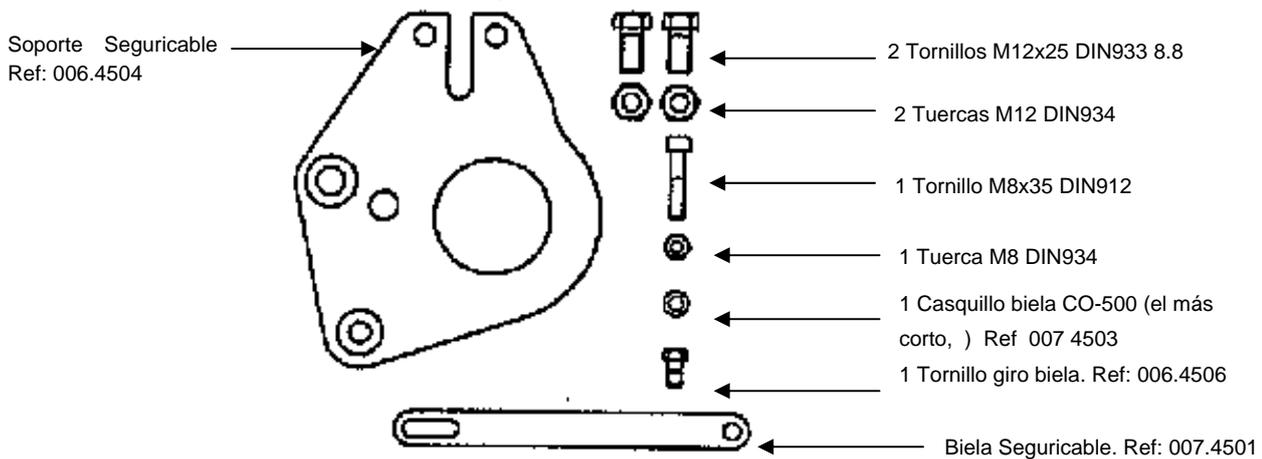

Fig. 2-45 Kit de acoplamiento CO-500
- Kit de acoplamiento Seguricable 006.451 (Ver Fig. 2-45).
Para unir la biela al CO-500 hay que utilizar el tornillo de giro de biela (ver Fig. 2-45). Apretar con fuerza este tornillo, que está preparado para dejar la holgura suficiente para permitir girar la biela.